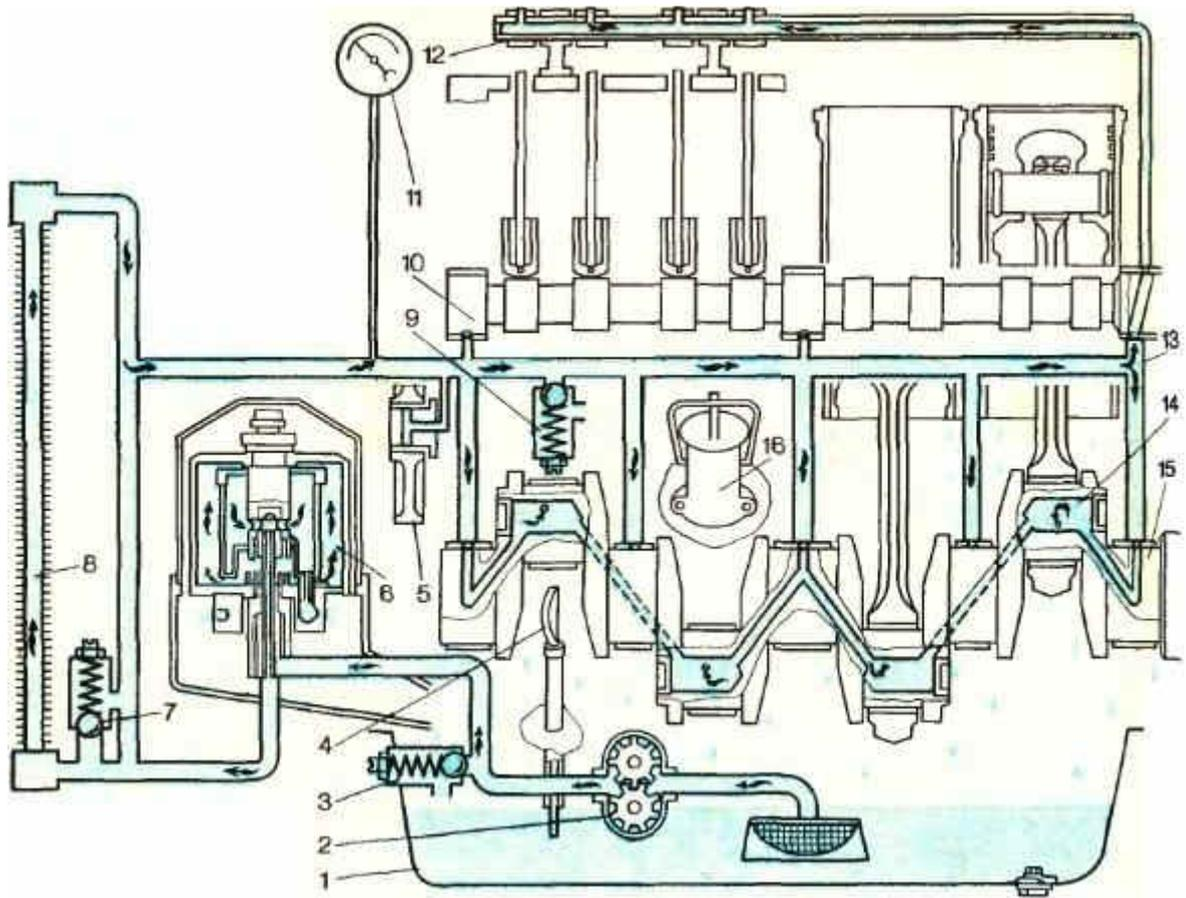

Рис. 4.1. Схема смазочной системы
1. Обозначьте в соответствии с нумерацией (1-15) детали и приборы смазочной системы (рис. 4.1.)